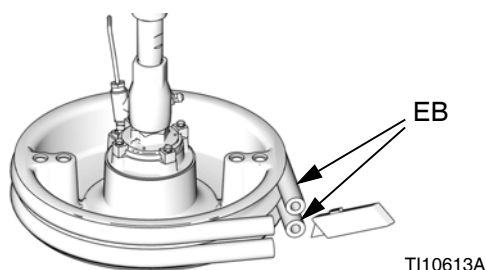

FIG. 19
2. Coloque o interruptor de desativação (M) em OFF.
3. Para substituir escovas gastas ou danificadas (EB) levante a base para fora do tambor. Remova o tambor da respetiva base. Limpe o fluido da base.
4. Corte as escovas superior e inferior com uma faca e remova a base. Consulte a FIG. 19.